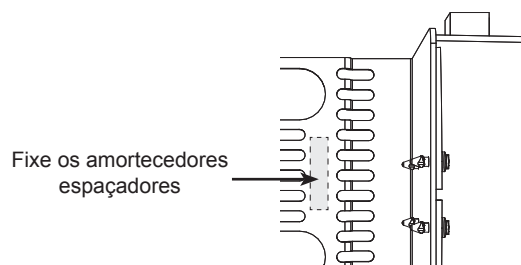

Figura 2: vista superior do suporte mostrando a área de fixação dos amortecedores espaçadores para XM2.
2. Se você estiver instalando o suporte em um sistema XM2, instale os amortecedores espaçadores que acompanham o produto dentro da área sombreada que aparece na Figura 2.